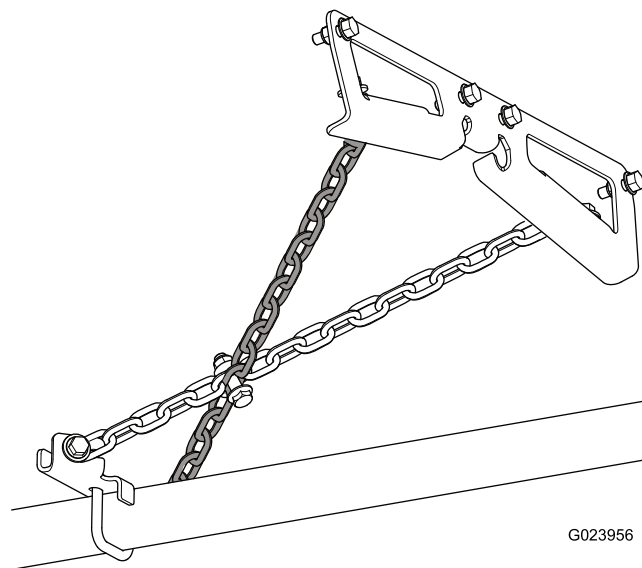

**Bild 14**
1. Entfernen Sie die Mutter und die Schraube, mit denen das Auspuffschutzblech am Heck der Maschine befestigt ist (Bild 14).
3. Befestigen Sie die Rahmenhalterung mit vier Schrauben (5/16" x 1") und vier Sicherungsbundmutter (5/16"), siehe Bild 14.